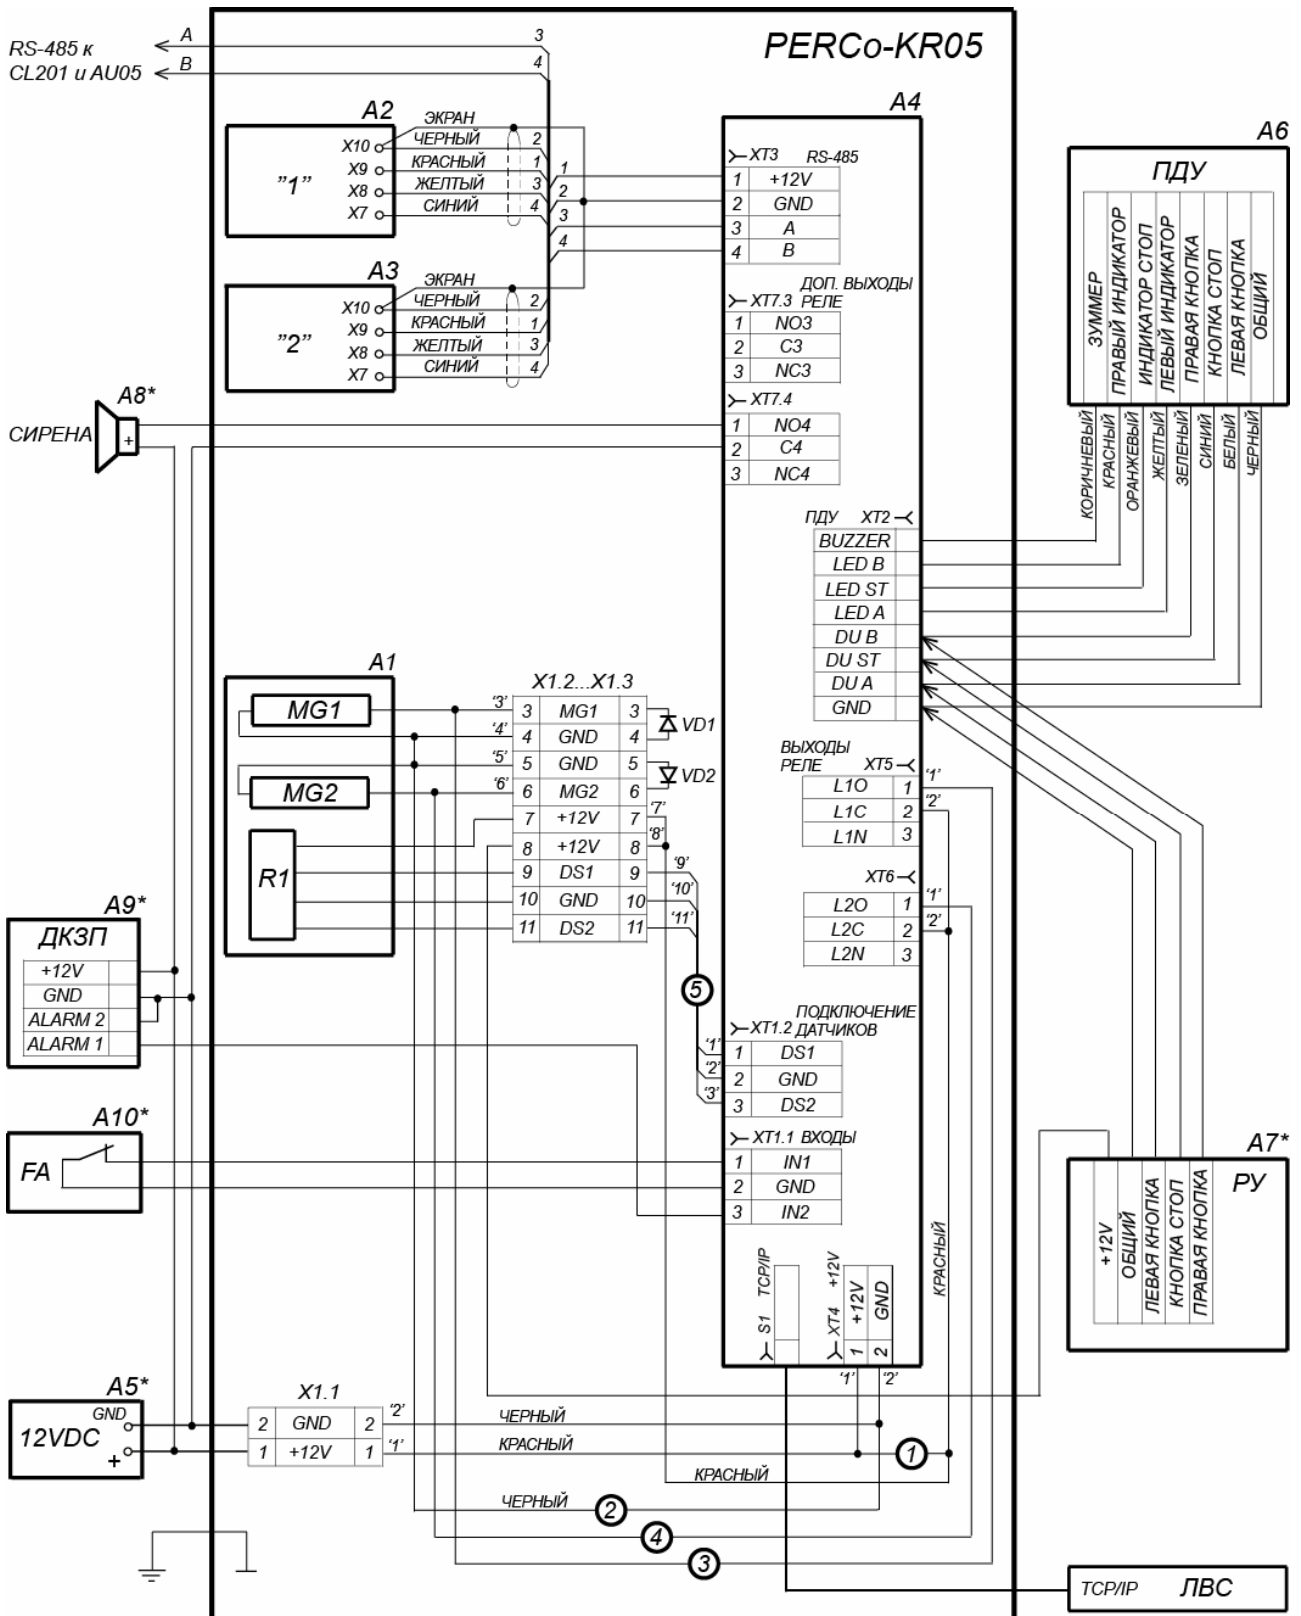

Рисунок 13. Схема соединений ЭП и подключения дополнительного оборудования1
Расположение клеммных колодок на плате контроллера ЭП показано на рис. 5, назначение контактов клеммных колодок указано в табл. 1. Схема подключения приведена на рис. 13. Используемые при подключении типы кабелей указаны в табл. 5. При монтаже ЭП придерживайтесь следующей последовательности действий:
- 12 Подключите кабель (10) ПДУ / устройства РУ к клеммной колодке **XT2** на плате контроллера ЭП (см. рис. 5 и рис. 13).